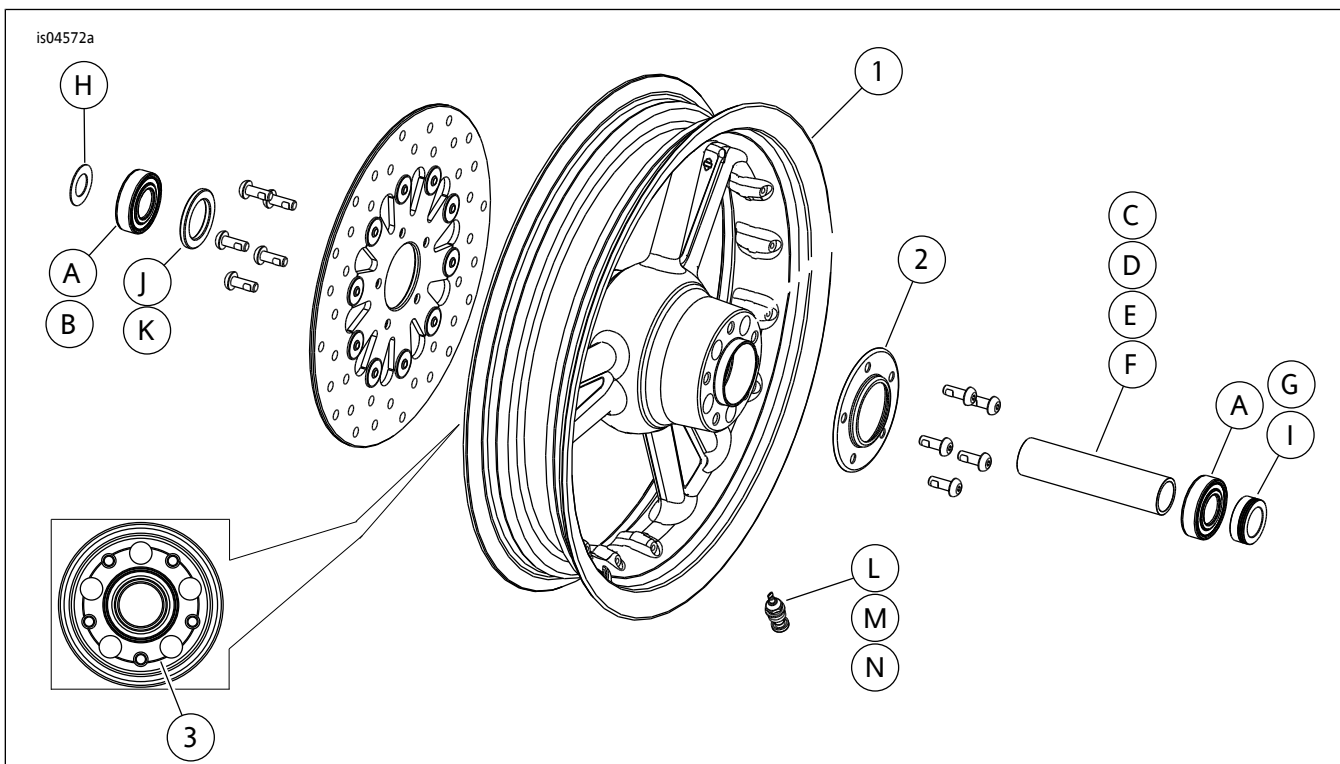

图1。维修零件：Detonator前轮(图示为16英寸车轮)
参见图1和维修零件表。
2. 参见图1。在车轮上安装阀杆组件(M)。参阅维修手册中的“轮胎”部分。